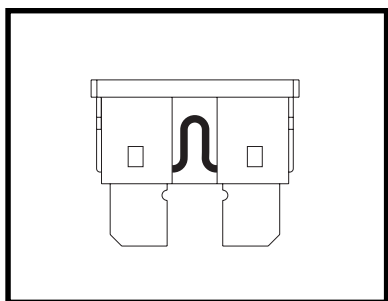

Figure 20. Bon fusible
2. Examinez-le pour vérifier s'il est brûlé. Voir les figures 20 et 20A.